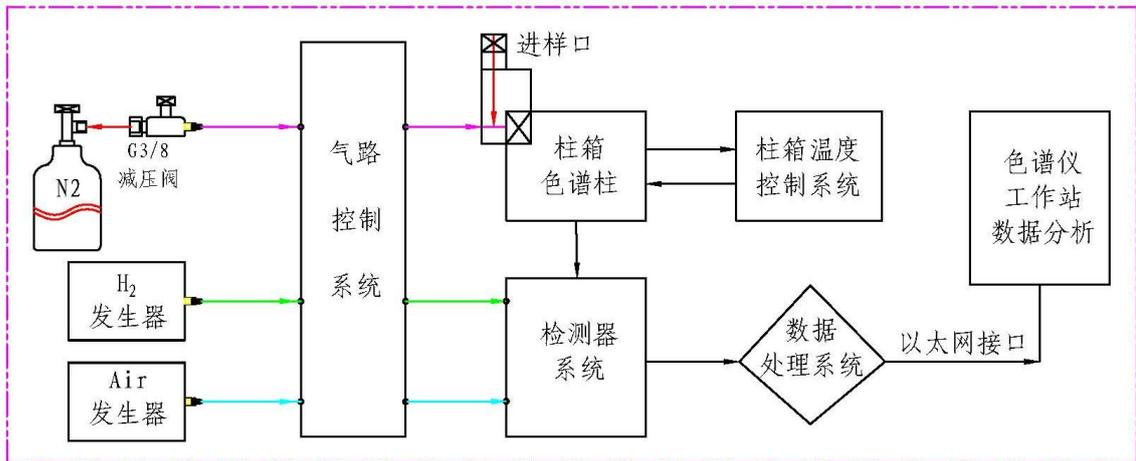

图 2-1.1 气相色谱分析流程框图
1.2. 载气 (N2)、燃气 (H2) 和助燃气 (Air) 通过气路控制系统获得稳定流量, 载气通过进样系统把样气带入柱箱恒温中的色谱柱 1 和色谱柱 2 内, 色谱柱 1 分离的组分经过 FID1 检测器, 色谱柱 2 分离的组分经过 TCD 检测器、镍转化炉和 FID1 检测器。三个检测器将组分浓度数据转化为电信号, 数据处理系统通过以太网线与色谱分析工作站对接, 完成色谱分析流程, 见图 2-1.1。